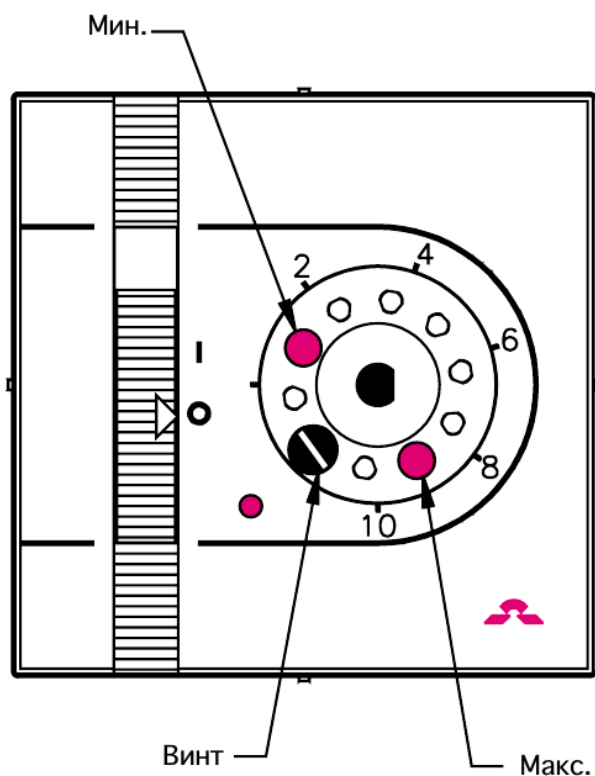

Рис. 2.
6. Установите рамку, закройте крышку терморегулятора, заверните крепежный винт и аккуратно поставьте на место ручку регулятора температуры. Перемещением красного и синего стопоров можно ограничить диапазон изменения температуры (рис.2). Убедитесь, что ручка регулятора температуры легко вращается от одного крайнего положения до другого.